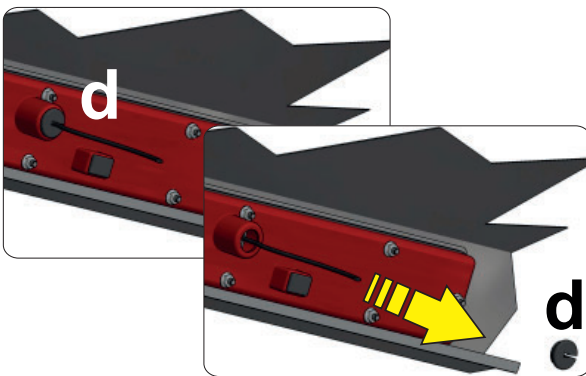

fig. 2
- Enlever le bouchon en caoutchouc de la boîte de protection interne de l'écran (position **d** - voir **fig. 2**).